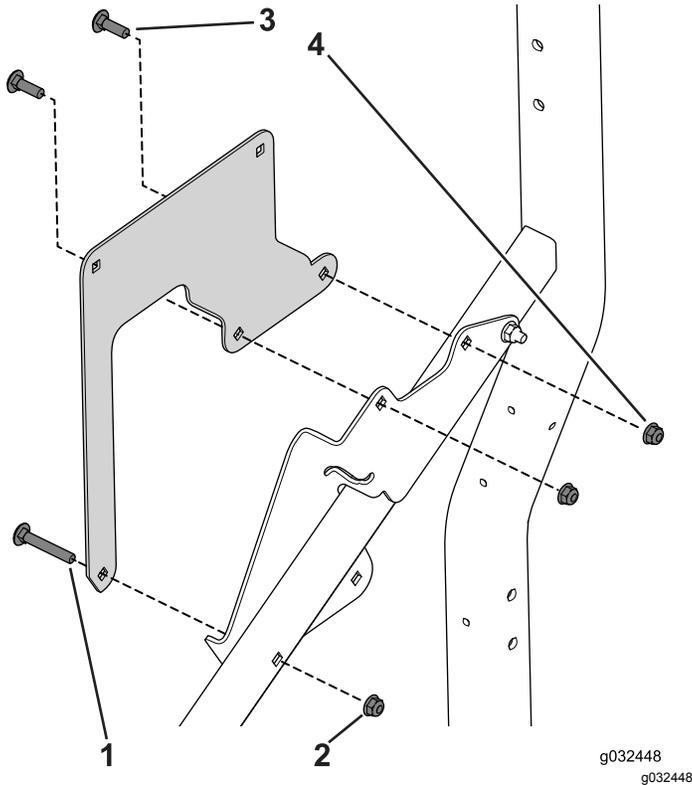

Figura 33
1. Utilizzate i 3 bulloni a testa tonda (5/16" x 2"), (5/16" x 1") e i 3 dadi flangiati per fissare la staffa al telaio (Figura 33).